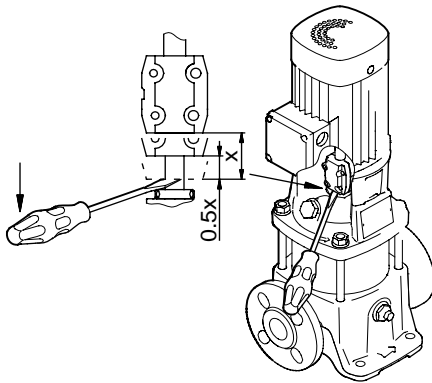

Рис. 3
8. Вставьте подходящую отвертку между нижней частью муфты и сальником вала и приподнимите вал с муфтой относительно опоры. См. рис. 3.
9. Опустите вал и муфт на половину высоты. См. рис. 3.